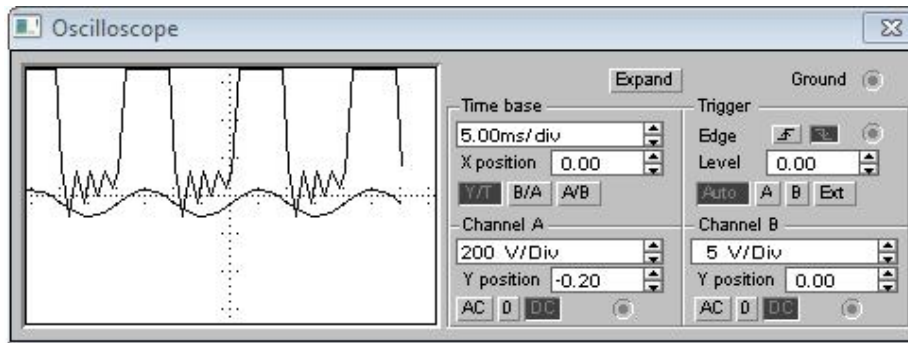

Рисунок 4.51 – Осцилограми вихідного сигналу
2. Запустити процес моделювання, зняти та зарисувати осцилограми вихідного сигналу (рис. 4.51).